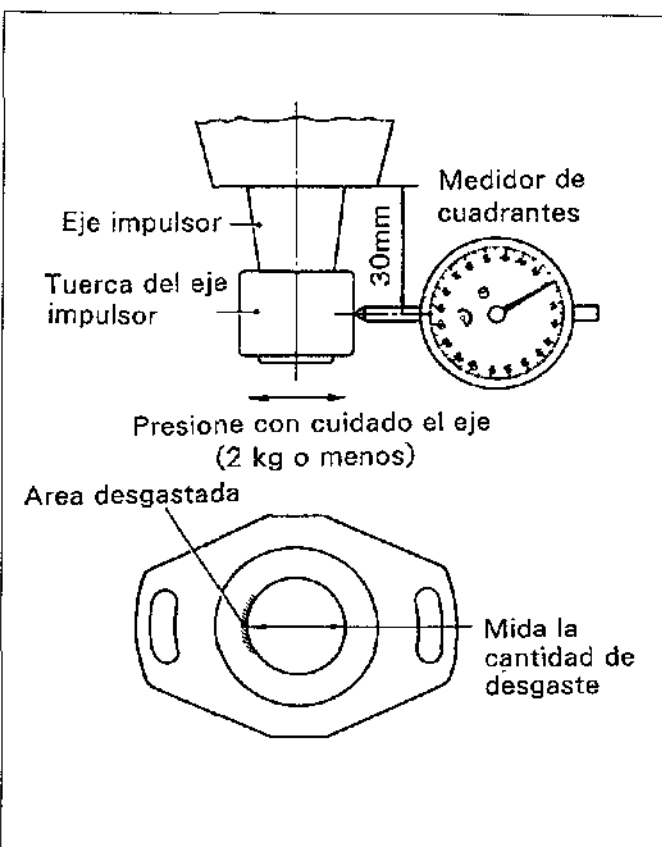

Figura.13-13
(1) Compruebe el área de la superficie de contacto de la bomba de alimentación para ver si hay desgaste o daños. Reemplácela si nota desgaste o daños.
(2) Los bujes del eje impulsor están sujetos a desgaste debido a una tensión incorrecta o excesiva de la correa de distribución. Con un indicador de cuadrantes, mida el juego libre del eje impulsor al buje. Cualquier medición mayor que 0,15mm requerirá un nuevo buje. (Vea la figura.13-13)